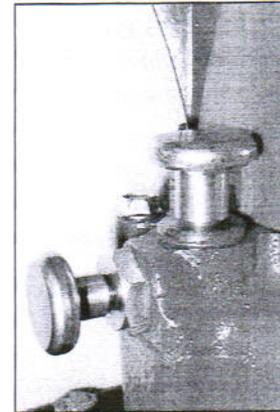

Fig. 22
c. Per innescare la retromarcia, portare l'alberino in basso a fine corsa (vedi fig.22).